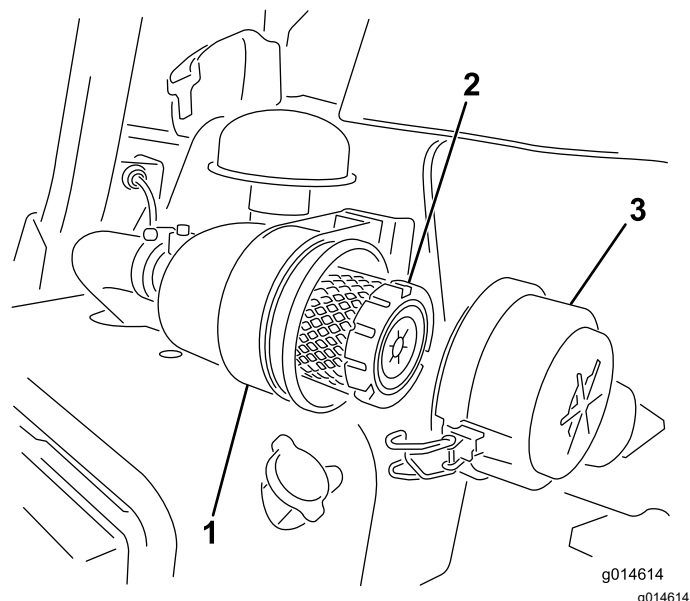

Рисунок 28
1. Отпустите защелки, фиксирующие крышку воздухоочистителя на его корпусе (Рисунок 28).
- Зафиксируйте защелки (Рисунок 28).